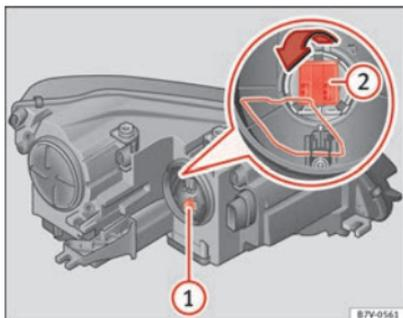

Abb. 209 Blinklichtlampehalter ① und Abbiegelicht ②.
| 4. | Lampenhalter ① ⇒ Abb. 209 bis zum Anschlag nach links drehen und mit der Glühlampe nach hinten herausziehen. | Drahtbügel in Pfeilrichtung kräftig nach unten drücken und Lampenhalter ② ⇒ Abb. 209 mit der Glühlampe nach hinten herausziehen. |